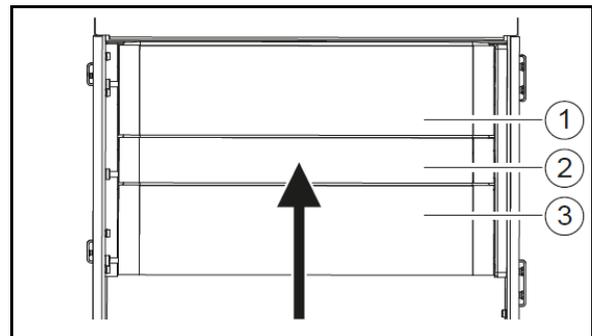

Fig. 189
1. Desmontar la rejilla del aire de circulación (Fig. 189/1).